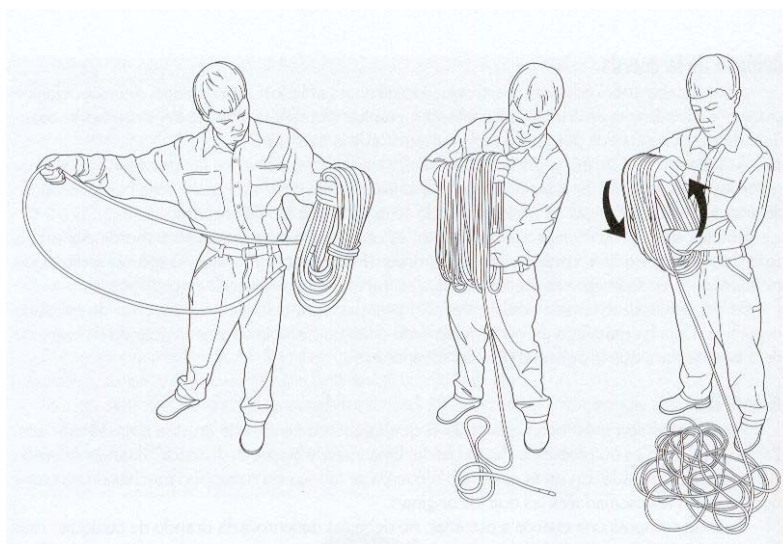

Figura 3. Cómo desenrollar una cuerda nueva
- **Desenrollado de una cuerda nueva:** Cuando se compra una cuerda nueva, no se debe desenrollar tirando de cualquier manera de uno de los cabos, ya que se formarán de treinta a cuarenta rizos en la cuerda. Si se desenrolla lazada por lazada, como si la desovillásemos, la cuerda se mantendrá “neutra” (Ver figura 3).